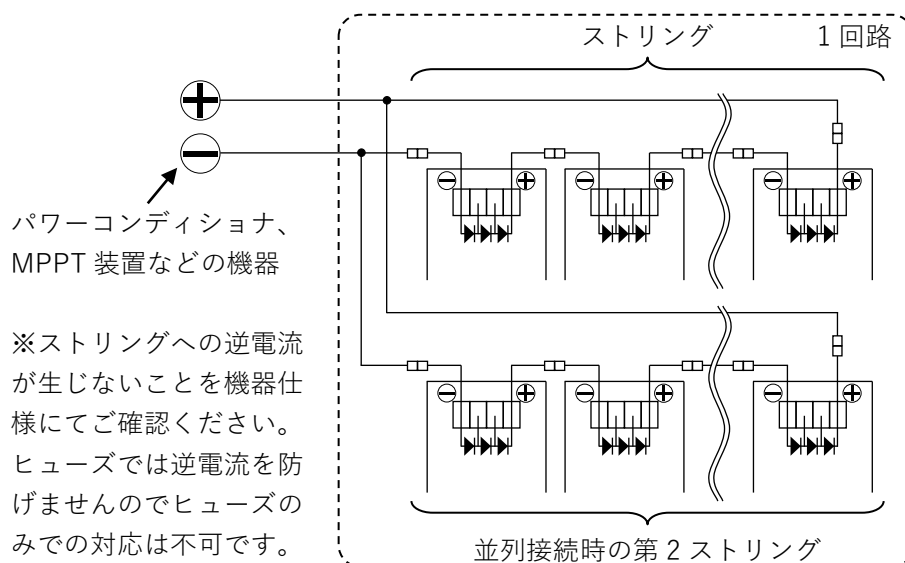
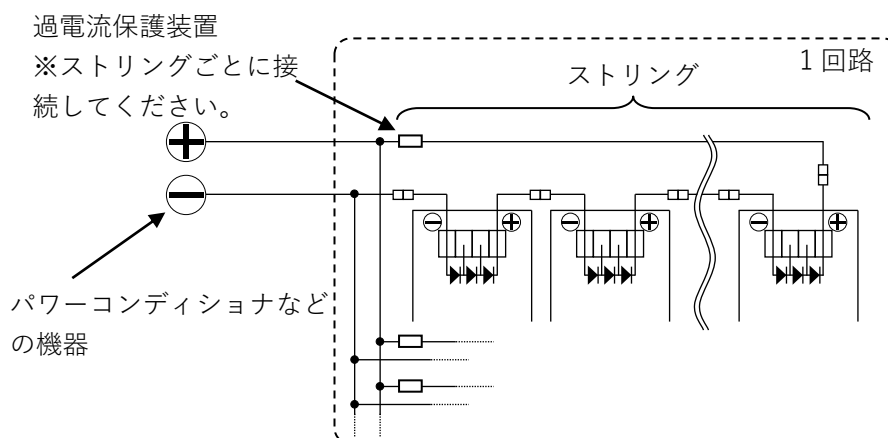

図 5. 2本のストリングを並列接続する場合
図 6. 3本以上のストリングを並列接続する場合
① 2 本のストリングを並列接続する場合 (図 5)
② 3 本以上のストリングを並列接続する場合 (図 6)
- ・ 分岐ケーブルを使用して並列接続する場合は、図 5、図 6 のように並列接続するストリングの正極(+)側同士、負極(-)側同士を接続してください。